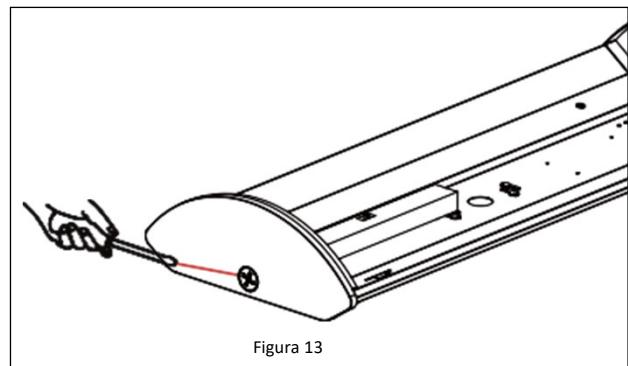

Figura 13
1. Retira el enchufe de la tapa del extremo más cercano al controlador LED. **Ver Figura 13.**